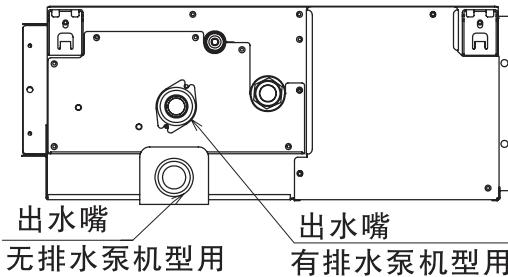

图 9-1
- (1) 排水管的连接位置见图 9-1、9-2。
- (2) 准备外径为32mm的聚氯乙烯管。
- (3) 用粘合剂和工厂提供的管箍③固定聚氯乙烯管到排水管⑦上，聚氯乙烯排水管向下倾斜度为 1/25~1/100。
- (4) 接好排水管后需裹保温材料⑧。
- (1) 排水管的连接位置见图9-1、9-3。
- (3) 用粘合剂和工厂提供的管箍③固定聚氯乙烯管到排水管接头上, 聚氯乙烯排水管向下倾斜度为1/25~1/100。
- (5) 如需追加外接排水泵, 请与日立公司联系, 使用本公司指定的型号。